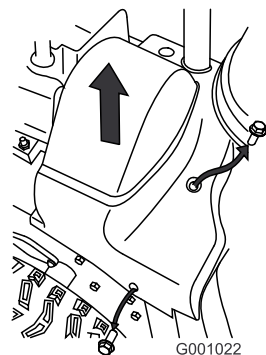

Bild 47
2. Heben Sie die rechte Seite der Riemenabdeckung an (Bild 47).